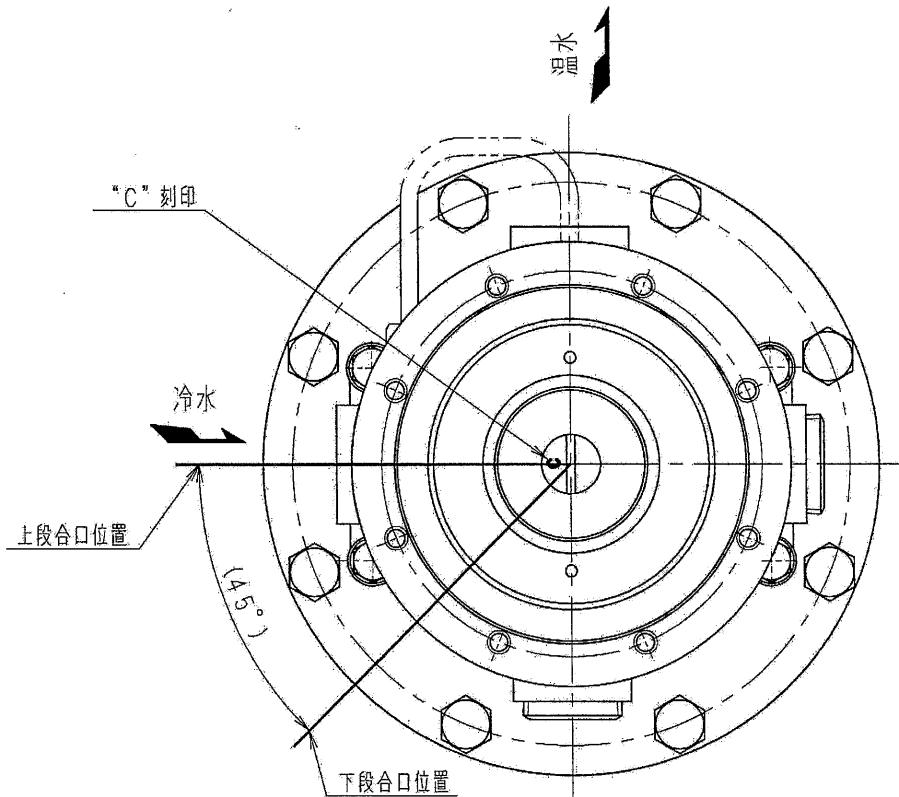

図 5 スライドリング合口及び弁体の位置関係
- (1) 組立てでは各部品を清掃後、分解の場合と逆の順序で実施してください。
- (2) スライドリング(21)の合口位置は図 5 を参照し指定の角度で取付けてください。
- (4) ガスケット(17)・(19)、O リング(28)・(33)には、カルテックス FM グリース EP を塗布してください。